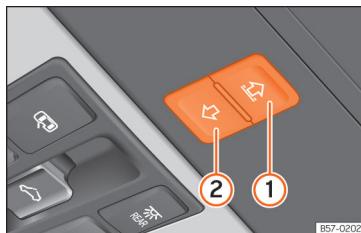

Рис. 68 Стельова консоль: функціональна кнопка управління протисонцевою шторкою.
- Якщо її однаково не можна закрити, протягом 5 секунд натискайте кнопку **»» рис. 68 Ⓑ**, поки шторка не закрийся цілком. **Шторка закривається без захисту від защемлення!**